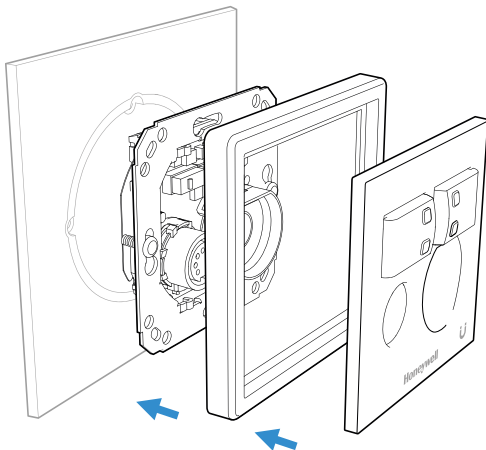

Abb. 4: Rahmen und Abdeckplatte montieren
- Rahmen und Abdeckplatte montieren (Abb. 4)
Montage von Rahmen und Abdeckplatte siehe Abb. 4. Die Abdeckplatte mit Abdeckrahmen in den Tragring einschieben und verrasten.